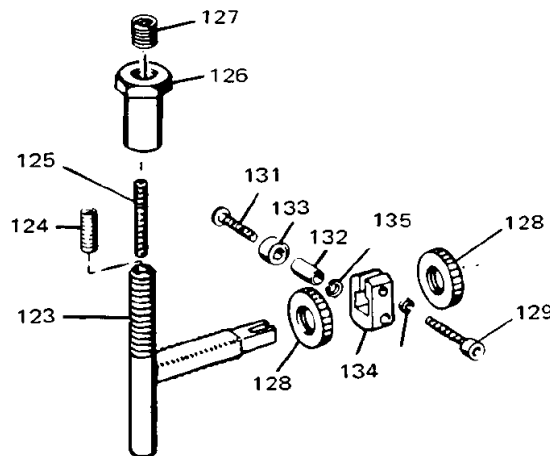

Figura 3-1. Vista despiezada del ajuste de velocidad alta
3. Inicialmente, sitúe el tornillo de ajuste de velocidad alta (125, Figura 3-1) de modo que el extremo superior esté en contacto con la parte superior del tornillo de ajuste de velocidad en forma de T (123).
- b. Si se alcanza la velocidad alta necesaria antes de que la presión control de aire se haya ajustado en el valor máximo necesario, mueva la ménsula de pivote (fulcro) del soporte de la bola (134, Figura 3-1) hacia el cilindro de ajuste de velocidad para reducir el intervalo de velocidad del regulador en relación con el intervalo de presión de control de aire.
- c. Gire el tornillo de tope de ajuste de velocidad alta (125, Figura 3-1) en el sentido de las agujas del reloj hasta que entre en contacto con la clavija de parada de velocidad alta. Si se gira demasiado el tornillo de tope, la velocidad de la máquina motriz primaria se reducirá.